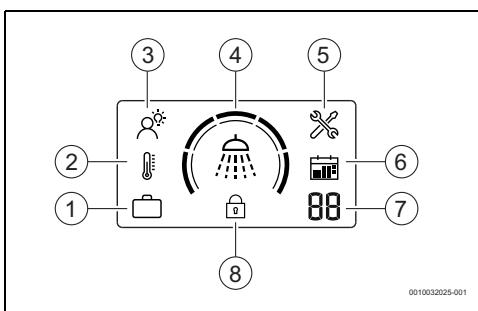

Fig. 5 Ansamblu controller cu afișaj
- ▶ Apăsați tasta  până când regimul INTELIGENT apare pe afișaj (\rightarrow Fig. 5 [3]).
- ▶ Apăsați tasta  până când regimul Manual apare pe afișaj (\rightarrow Fig. 5 [2]).
- ▶ Apăsați tasta  până când regimul Vacanță apare pe afișaj (\rightarrow Fig. 5 [1]).
- ▶ Apăsați tasta  pentru a seta numărul dorit de zile de vacanță (\rightarrow Fig. 5 [7]).
Această funcție blochează panoul de comandă (→ Fig. 5 [8]).